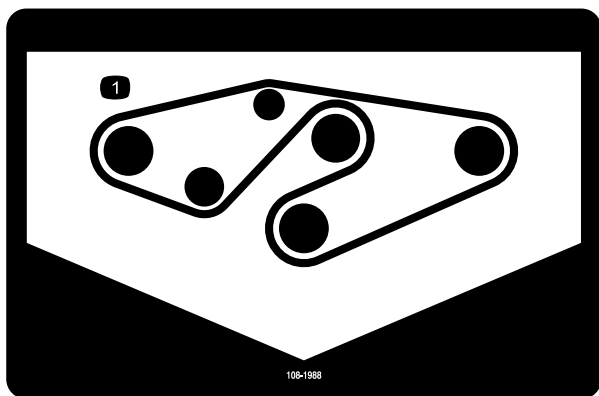

Figura 36
4. Coloque a nova correia nas polias de eixo e na estrutura da polia intermédia, como se mostra na Figura 36.